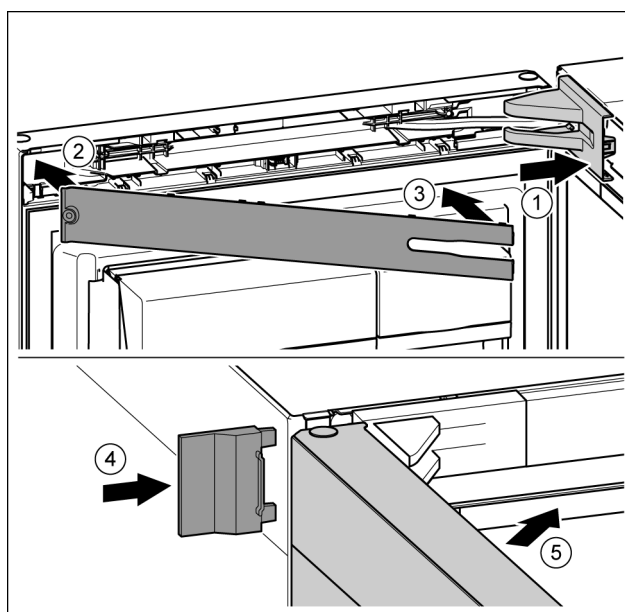

Fig. 43
- ▶ Założyć ostonę płytki zawiasu i zazębnić, ew. ostrożnie odsunąć. Fig. 43 (1)
- ▶ Założyć zaślepkę. Fig. 43 (2)
- ▶ Przechylić i zazębnić zaślepkę. Fig. 43 (3)
- ▶ Wsunąć zewnętrzną ostonę. Fig. 43 (4)
- ▶ Zamknąć górne drzwi. Fig. 43 (5)